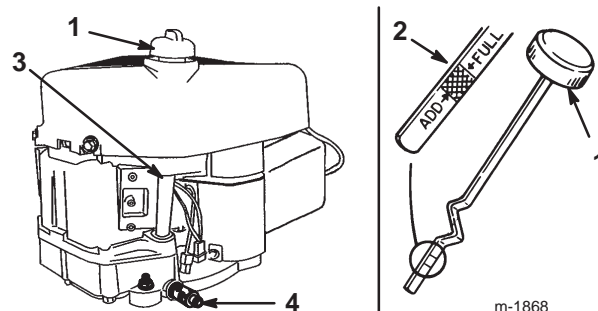

Figure 18
7. Nettoyez la surface autour de la jauge d'huile (Fig. 18) pour éviter que des impuretés ne s'introduisent dans le goulot de remplissage, ce qui risquerait d'endommager le moteur.
8. Dévissez la jauge d'huile et essuyez soigneusement l'extrémité métallique (Fig. 18).
9. Revissez la jauge complètement dans le goulot de remplissage (Fig. 18).
12. Nettoyez la surface autour de la jauge d'huile et dévissez le bouchon (Fig. 18).
13. Versez lentement environ 80% de la quantité d'huile moteur dans le goulot de remplissage (Fig. 18) (voir Changement de l'huile moteur et du filtre, page 21).